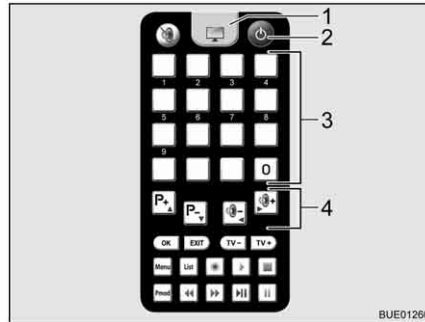

Bild 32 Fernbedienung
- Auf der Fernbedienung Taste "⏻" (Bild 32,2) drücken. Die Satellitenantenne richtet sich aus der Parkposition auf und geht in den Suchmodus. Wenn die Anlage den Satelliten gefunden hat, ertönt ein Signalton.
- Über die Speichertasten (Bild 32,3) oder die Funktionstasten (Bild 32,4) den gewünschten Sender einstellen.